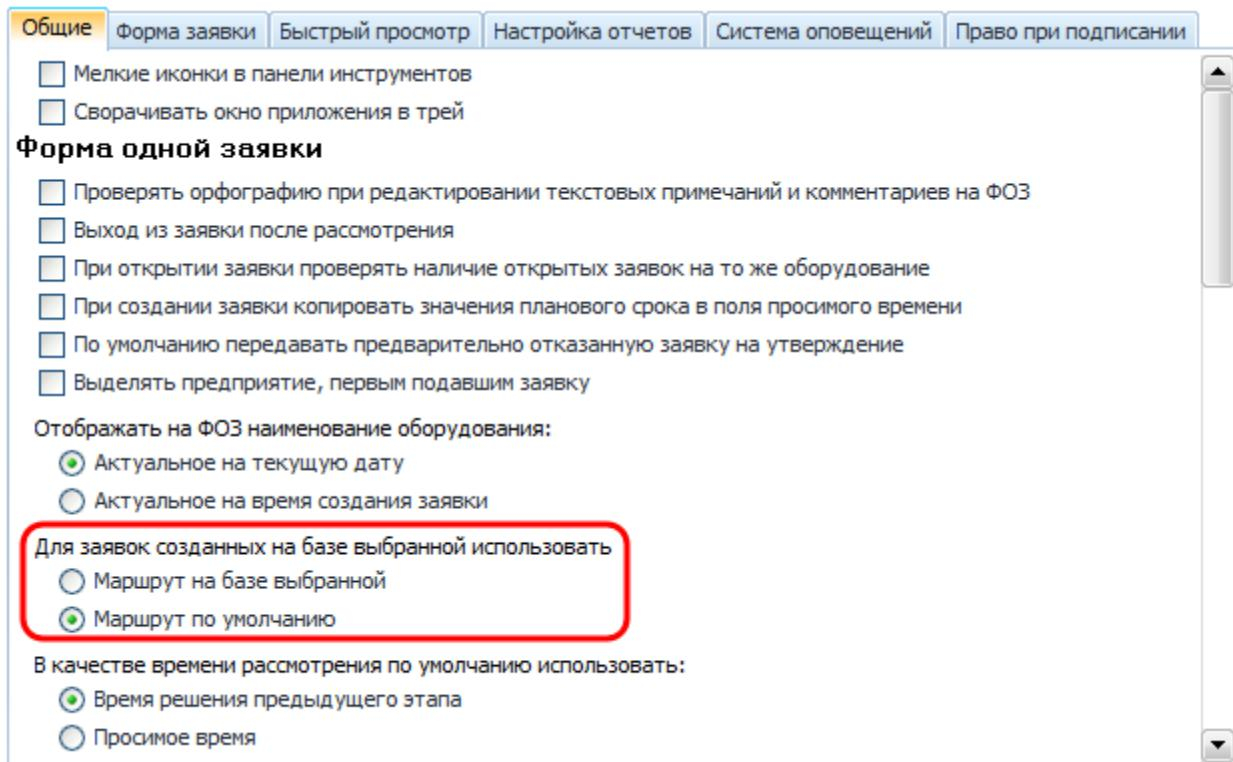

Рисунок 16.9 – Настройка выбора маршрута при создании заявки на базе выбранной
– «*Для заявок, созданных на базе выбранной использовать:*». В зависимости от выбранного значения происходит следующее (Рисунок 16.9):